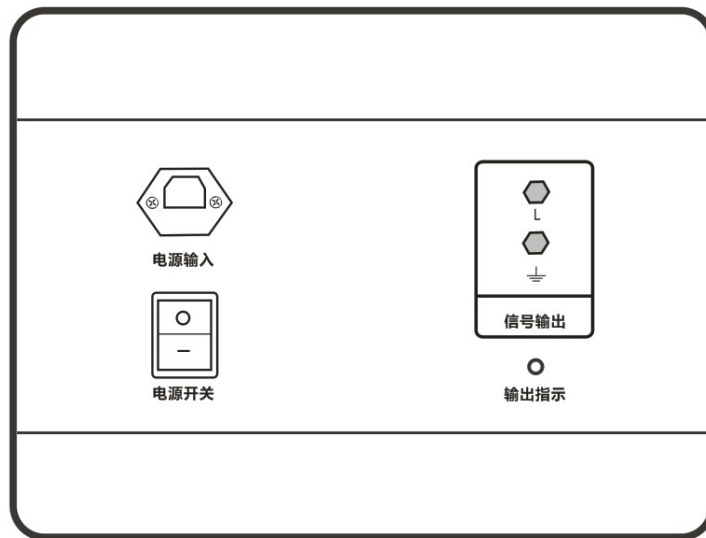

图 1 信号发生器面板图示意图
- ①信号发生器 ②信号接收器 ③A 钳（大钳）
④B 钳（小钳） ⑤信号输出线 ⑥电源线
2.2 信号发生器（见图 1）